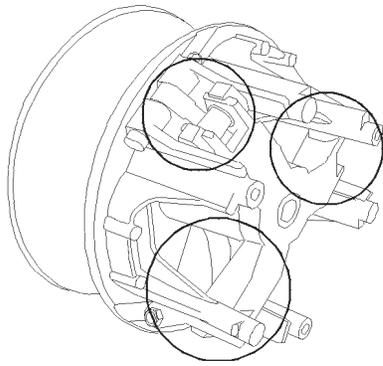

図54
6. 図54で○で囲んで表示している部分の可動部に潤滑剤 (Toro潤滑スプレー；代理店で購入可能) をスプレーする。
- タンク前面下のホース（図54）を接続する。